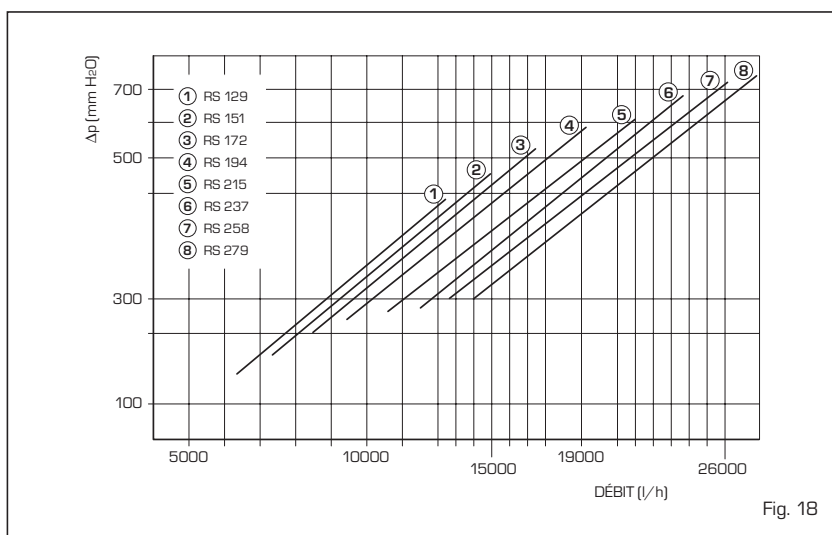

Fig. 18
3.4 PERTES DE CHARGE DE LA CHAUDIERE (fig. 18)